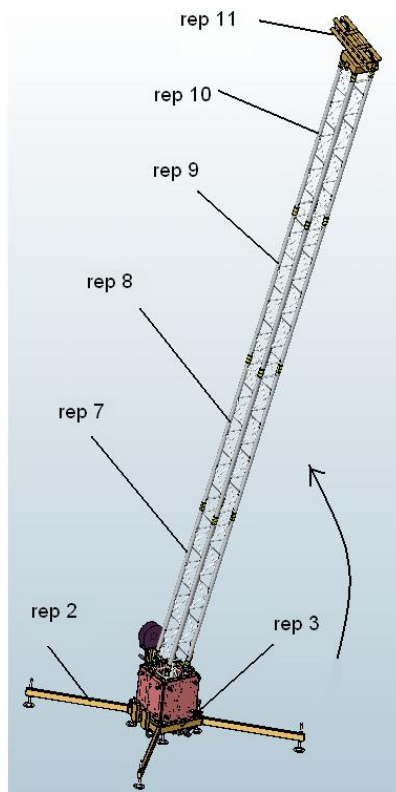

fig.16
a) Relever l'ensemble du mât de sorte à pouvoir assembler les 2 dernières charnières (rep 14) avec les manchons femelles (rep 12) du mât 2 (rep 7) (fig.16).